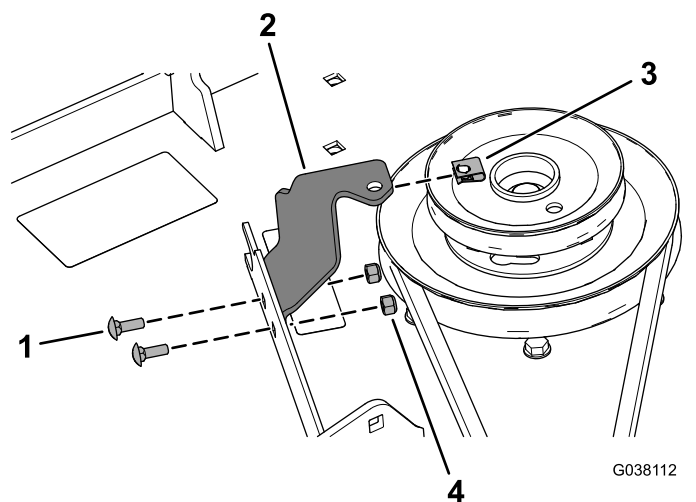

Figure 22
12. Fixez le support du protège-courroie sur le plateau de coupe à l'aide de 2 boulons de carrosserie (1/4" x 3/4") et de 2 contre-écrous (1/4"), comme montré à la Figure 22.
13. Placez l'écrou rapide sur le support du protége-courroie (Figure 22).